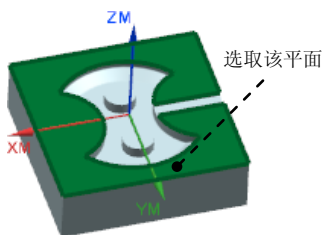

图 21.14 选取面
Step2. 单击 **列表** 区域列表框中第一个范围选项，然后单击 **范围 1 的顶部** 区域中的 **选择对象(O)** 按钮，选取图 21.14 所示的面；然后单击“切削层”对话框中的 **确定** 按钮，系统返回到“型腔铣”对话框。